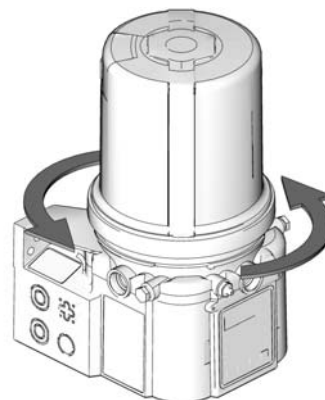

FIG. 2
3. Utilice una llave de cinta en torno al depósito para girar el depósito 1/4 de vuelta en sentido contrario a las agujas del reloj (FIG. 2).